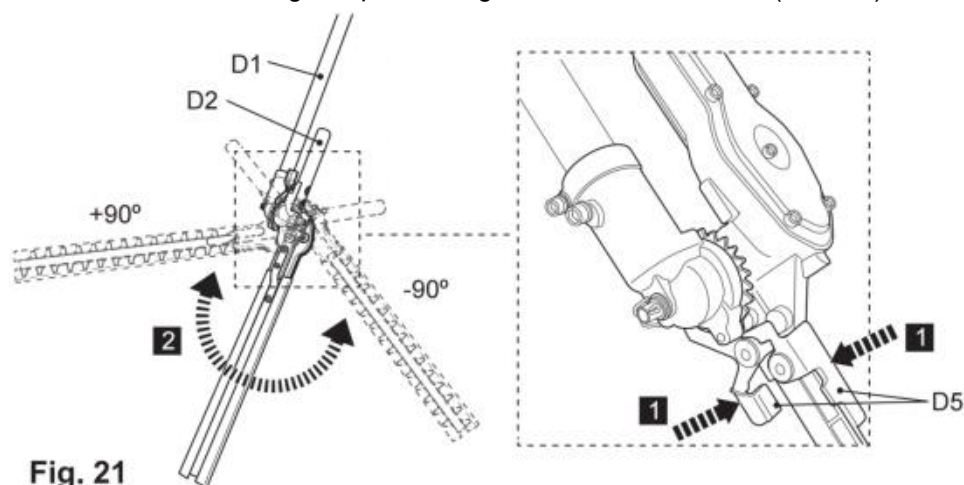

Fig. 21
5) Drücken Sie die Entriegelungshebel (D5), um das Zahnsystem (D6) zu lösen und stellen Sie den Klingenkopf auf die gewünschte Position ein (Abb. 21).